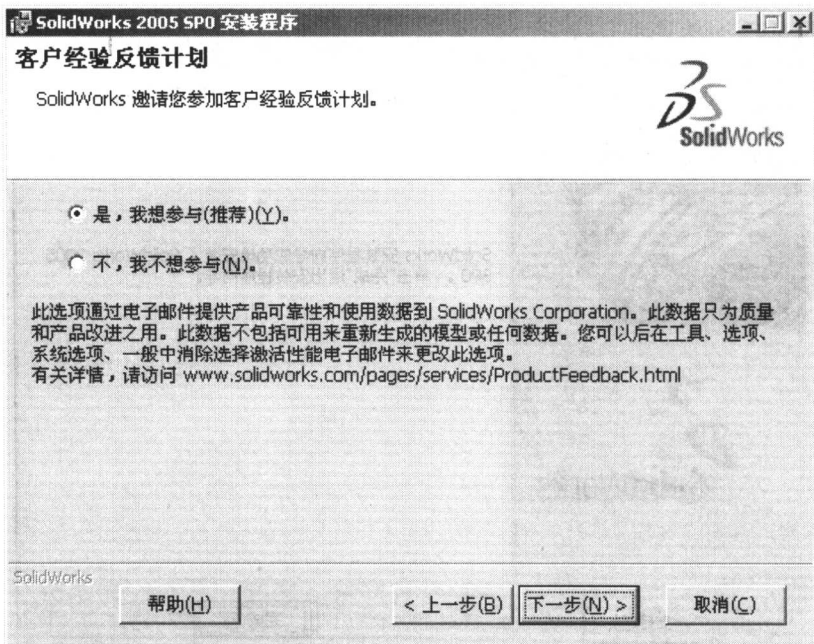

图 1-8 选择是否参与客户经验反馈计划
- (8) 单击“下一步”按钮，如图 1-8 所示，选择是否参与客户经验反馈计划。